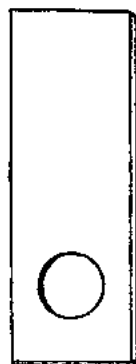

图 2
2. 在一块 160×55 [毫米]² 的薄木板上，开一个直径为 30 毫米的圆孔，孔圆心约落在不到板长的四分之一处（图 2）。